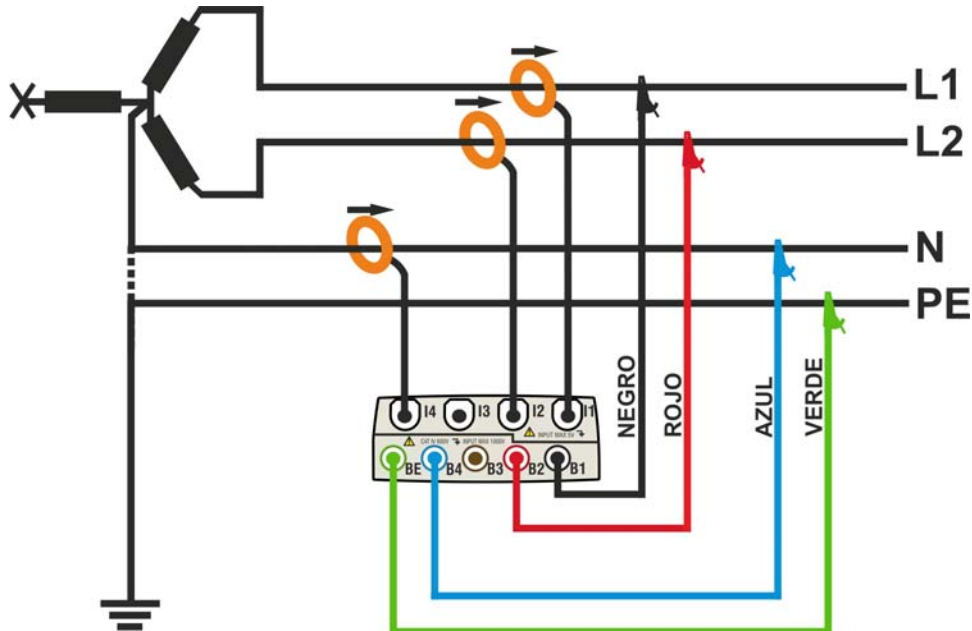

Fig. 128: Conexión del instrumento en un sistema Bifásico 3-hilos 3POY
2. Conecte los cables de medida de tensión sobre los conductores de L1, L2 y N respetando los colores como muestra la Fig. 128
3. Conecte las pinzas de corriente sobre el conductor L1, L2 y N como muestra en la Fig. 128 **respetando el sentido de la flecha** presente sobre la misma pinza que indica la dirección convencional de la corriente desde el generador a la carga. **Verifique siempre (seleccionando preliminarmente el sistema 3-hilos), en la pantalla de la sección Visualización Medida, que las Potencias Activas P1, P2 sean siempre positivas y que el factor de potencia Pf1, Pf2 sea correspondiente a la carga, normalmente inductivo**, antes de activar un registro. En caso de valores negativos de las potencias activas gire la pinza 180° sobre el conductor interesado.